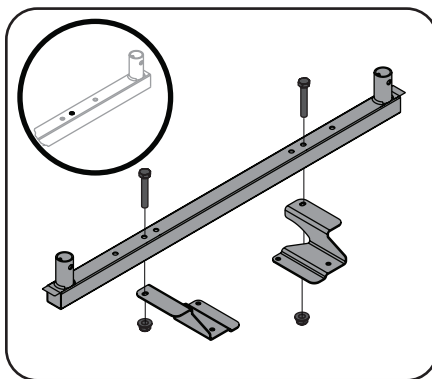

Figure 3-7
3. Assemblez le support (683-05347) et support de fixation (789-00425, 789-00424) en utilisant deux vis à tête hexagonale (710-3180) et deux écrous (712-04063) comme montré à la Figure 3-7.